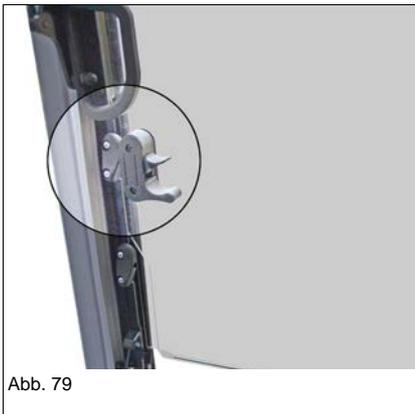

Abb. 79
- ▶ Wenn die gesamte Frontscheibe geöffnet oder geschlossen wird, muss die untere Frontscheibe vollständig geöffnet sein (Abb. 79).